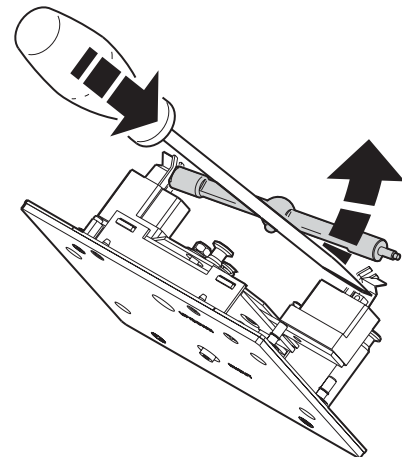

Figure 2: Cambio de lámpara
- 3 Empujar hacia abajo el muelle de retención de la derecha del portalámparas y extraer el contacto de la lámpara. Para extraer la lámpara se puede utilizar un destornillador tal y como muestra la Figure 2. Extraer la lámpara.